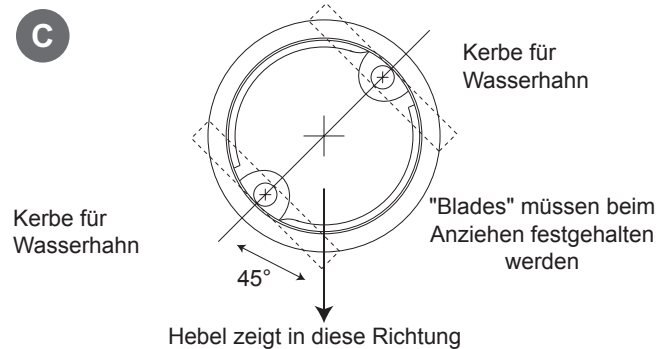

Abbildung 5
- Schauen Sie dabei durch den Fuß hindurch. Drehen Sie den Fuß in die richtige Richtung, bevor Sie die Schrauben anziehen. Die endgültige Position des Hebels ist um 45° von den Schraubenköpfen versetzt. Benutzen Sie die Abbildung 5, um die beste Position für Ihren Einbau zu finden. Halten Sie den Dübel durch das Loch im Fuß fest, während Sie die Schraube anziehen. Die Dübelflügel liegen fest an der Unterseite der Arbeitsplatte an. Ziehen Sie die Schrauben nicht ganz an. Wiederholen Sie den Vorgang für den zweiten Federklappdübel. Prüfen Sie die endgültige Position des Fußes und der Federklappdübel. Ziehen Sie die beiden Schrauben gleichmäßig an. **ZIEHEN SIE SIE NICHT ZU FEST AN.** Ziehen Sie sie nur so weit an, dass sich der Fuß nicht drehen kann, wenn der Wasserhahn durch Drehen montiert wird.